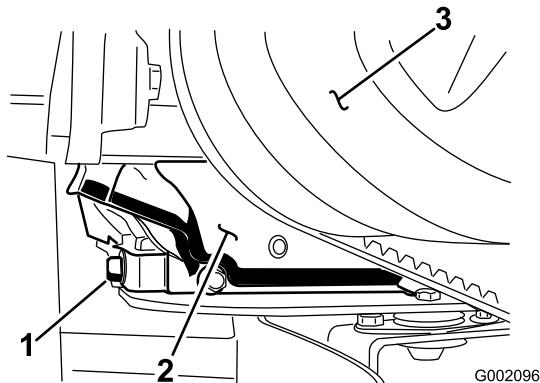

Bild 27
5. Entfernen Sie die Ablassschraube (Bild 27) und lassen Sie das Öl in die Auffangwanne ab. Wenn das Öl ganz abgelaufen ist, wechseln Sie die Ablassschraube aus und ziehen Sie mit 17,6 Nm an.